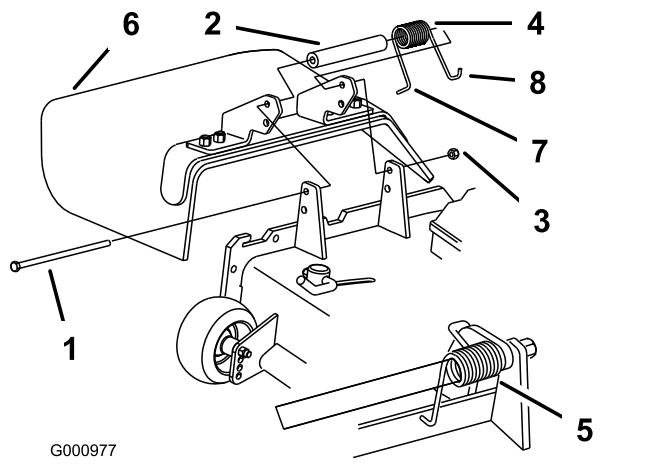

Figure 35
1. Retirez le contre-écrou, le boulon, le ressort et l'entretoise qui fixent le déflecteur aux supports de pivot (Figure 35). Déposez le déflecteur d'herbe s'il est endommagé ou usé.
Remarque: Prenez soin de placer l'extrémité en L du ressort derrière le bord de l'unité de coupe avant de mettre le boulon en place, comme montré à la Figure 35.
3. Remettez le boulon et l'écrou en place. Accrochez l'extrémité en J du ressort au déflecteur d'herbe (Figure 35).